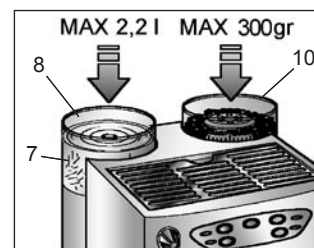

Fig. 3
Togliere il coperchio (10) **Fig. 3**, riempire il contenitore con il caffè in grani (300 gr. circa) e quindi rimettere il coperchio.
Estrarre il serbatoio acqua (7) **Fig. 3**, dalla macchina e, dopo aver tolto il coperchio (8), riempirlo con acqua fredda (2,2 l circa). Una valvola sul fondo impedisce la fuoriuscita dell'acqua.